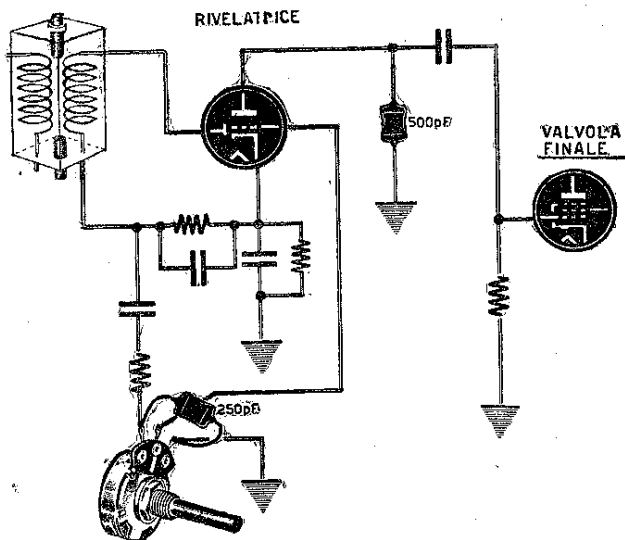

Fig. 116
**336** Può essere che fischi ed ululati abbiano a crearsi perchè una parte del segnale di AF raggiunge gli stadi di BF. Per rimediare a ciò sarà sufficiente applicare fra potenziometro ed eventualmente fra placca della valvola rivelatrice e massa, un condensatore a mica della capacità da 250 a 500 pF (fig. 116).